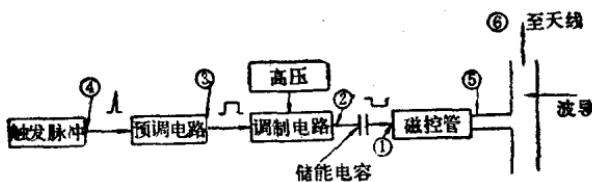

图 2 检修无发射故障的测试点
2. 对磁控管进行调制的方式虽各不相同，但最终输出一个调制脉冲使磁控管产生振荡却是共同的。因此检修“无发射”的故障对各种不同的调制电路其方法基本上是相同的。现以常用的“刚性调制”为例，列举六个检查点（图 2）如下：